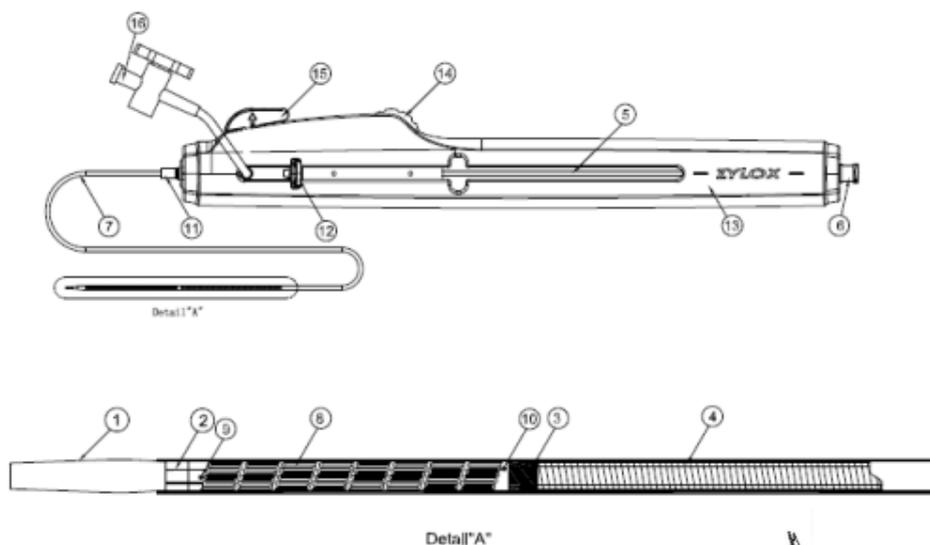

Figura 1: Estructura de los componentes del sistema
El sistema de entrega como se muestra en la Figura 1, se compone de un eje interior y una funda exterior (7) que se bloquean entre sí con una junta de funda exterior (11). El eje interior está compuesto por un tubo interior (2) cubierto proximalmente por un tubo de acero inoxidable (5). El eje interior termina distalmente en una punta de catéter (1) y se origina proximalmente en un conector Luer (6) diseñado para aceptar una guía de alambre de 0,035" (0,89 mm). La funda exterior (7) se conecta proximalmente a la válvula de descarga (16) a través de la junta de la funda exterior (11).